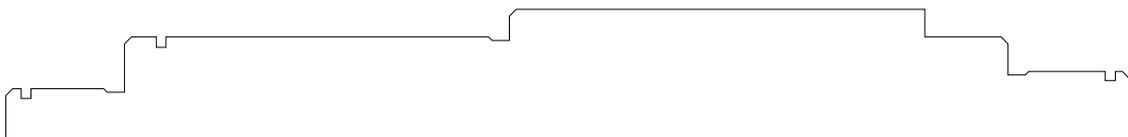

Рисунок 4.4
- получить у преподавателя пояснения о построении вала и в соответствии с размерами зубчатого колеса на новом чертеже выполнить построение контура детали, воспользовавшись командой **Полилиния** (рисунок 4.4);